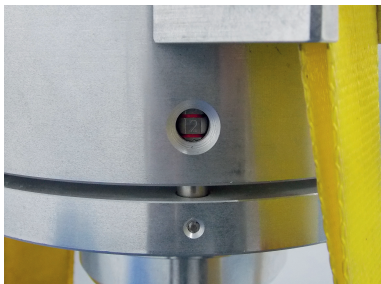

Abb. 5
- Prüfen Sie, ob sich die FRIATOP Aufspannvorrichtung im entlasteten Zustand befindet (kein Luftdruck auf dem Ventil) und drücken Sie ggf. das Gehäuse **(2)** zusammen, so dass im Gehäuse-Sichtfenster **(10)** die Spannzahlen $\frac{1}{2}$ erkennbar sind (siehe Abb. 5).